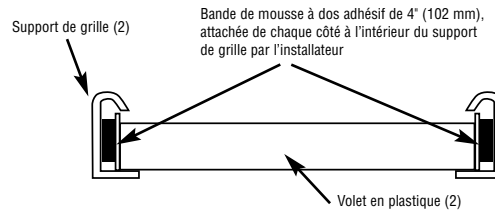

Figure 9b
**Remarque :** Des bandes de mousse à dos adhésif sont incluses pour être collées sur l'intérieur du support de grille, comme montré en Figure 9b, si le mouvement de l'air des volets devenait un problème.